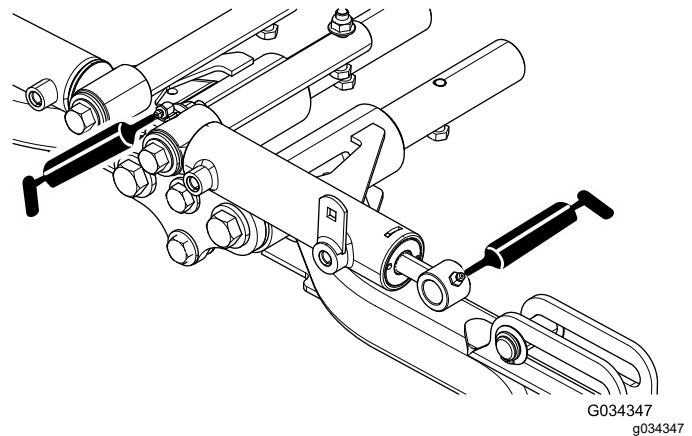

Bild 46
- Vordere Hubarm-Drehzapfen und Hubzylinder (3 Stück), siehe Bild 46.